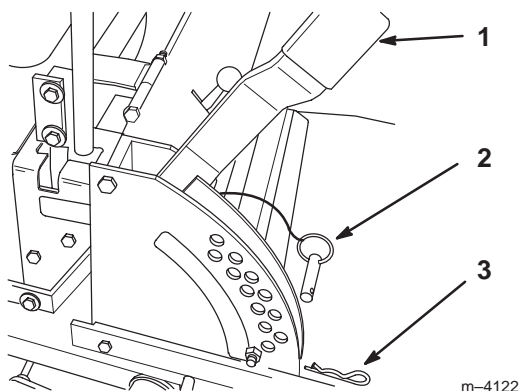

Bild 22
1. Stellen Sie den Schnitthöhenhebel in die Transport- oder die 114 mm-Stellung (Bild 22).
2. Entfernen Sie den Splint und den Lastösenbolzen zum Einstellen der Schnitthöhe aus dem Schnitthöhen-Einstellbügel (Bild 22).
3. Wählen Sie das Schnitthöhenloch im Schnitthöhen-Einstellbügel, das der gewünschten Schnitthöhe entspricht, und stecken Sie den Lastösenbolzen wieder ein (Bild 22).
4. Befestigen Sie den Lastösenbolzen mit dem Splint (Bild 22).